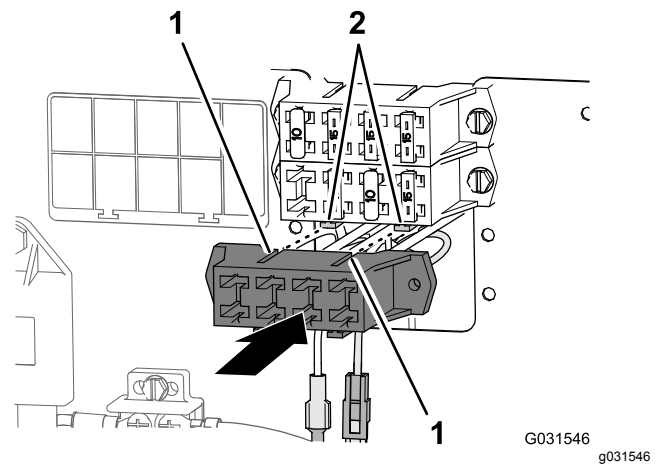

Bild 205
3. Fluchten Sie die Schlitze im Hilfssicherungskasten mit den Montageflanschen des Sicherungskastens der Maschine aus (Bild 205).